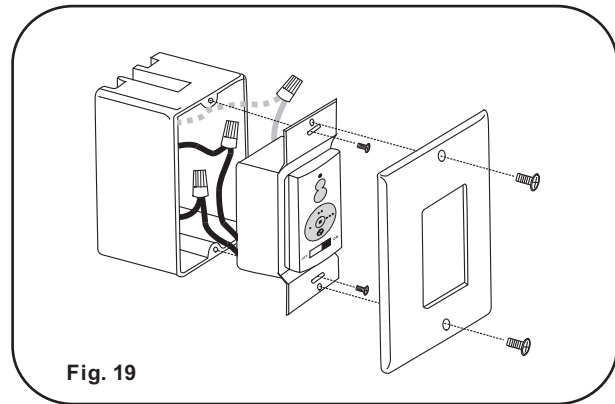

Fig. 19
Paso 3. (Fig. 19) Cuidadosamente meta las conexiones dentro de la caja de distribucion. Asegure el transmisor con los dos tornillos proveidos. Instale la cubierta decorativa y asegurela con los dos tornillos proveidos.